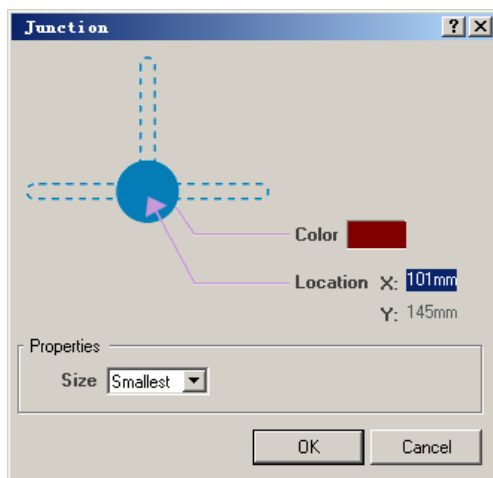

图 2.102 “Junction”对话框
(2) 单击键盘上的“Tab”键，打开如图 2.102 所示的“Junction”对话框。